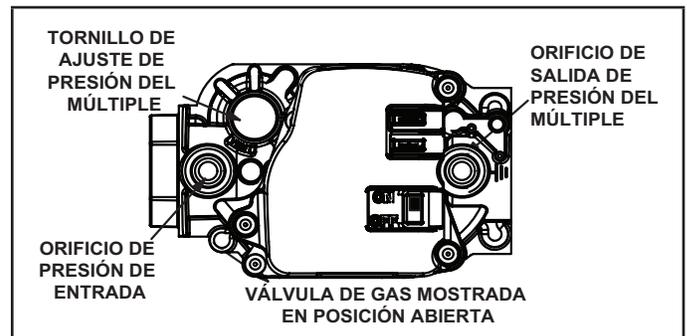

Figura 66
### Operación de la válvula de gas Figura 66
- 6 - Mueva el interruptor de la válvula de gas a la posición APAGADO. Ver Figura 66.
- 8 - Mueva el interruptor en la válvula de gas a la posición ENCENDIDO. Ver Figura 66.
Cuando evalúe la presión del gas de suministro, use una derivación tapada de 1/8 pulg. N.P.T. o el poste de presión situado en la válvula de gas para facilitar la conexión del indicador de prueba. Ver Figura 66. Verifique la presión de la línea de gas con la unidad encendida a la tasa máxima. La baja presión puede producir una operación errática o encendido insuficiente. La alta presión puede producir daño permanente a la unidad o encendido excesivo.